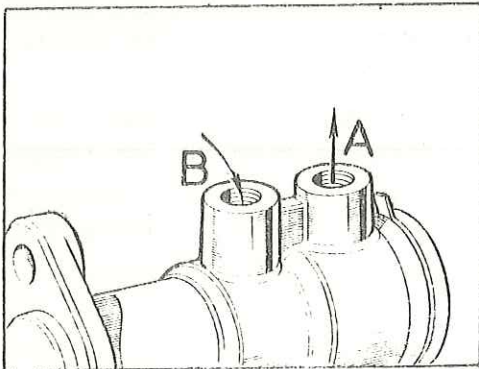

Fig. H-17 Conexión de tuberías en el -
- 1.2. Desconectar las tuberías de entrada, B (Fig. H-17), y de salida, A, del cilindro principal.
- 2.8. Conectar las tuberías de entrada y salida (Fig. H-17) del cilindro principal. Instalar el depósito del líquido de freno (Tarea H-3).